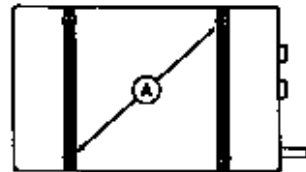

fig.1
- lösen Sie die beiden Schrauben "A" (Abb.1) auf Ober- und Unterseite des Gerätes. Die zwei verbleibenden Schrauben auf Ober- und Unterseite des Gerätes haben nur dekorative Gründe und dürfen nicht gelöst werden.